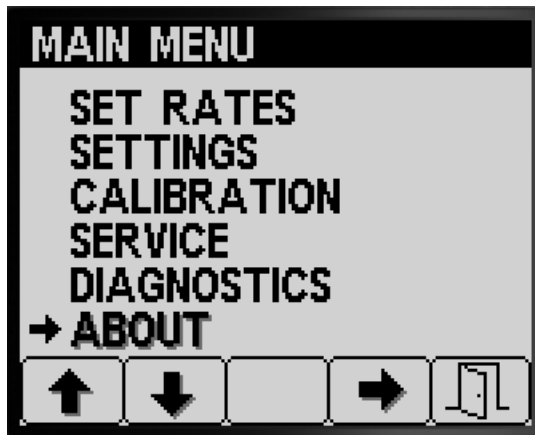

Figura 88
- Para aceder ao ecrã Acerca, prima os botões 1 ou 2 no ecrã MENU PRINCIPAL para navegar para a opção ACERCA (Figura 88).
- Prima o botão 4 para seleccionar o submenu Acerca (Figura 88).